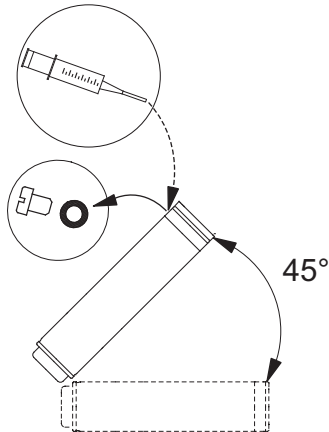

Рис. 6 Положение электродвигателя при заполнении – MS 6000
- В случае если электродвигатель поставляется со склада, необходимо проверить уровень жидкости электродвигателя перед его монтажом на насосной части. См. рис. 6.
- При проведении сервисных работ уровень необходимо проверять. См. рис. 6.
1. Расположите погружной электродвигатель, как показано на рис. 6. Заливочное отверстие должно быть в верхней точке двигателя.
3. С помощью специального шприца заливаете в электродвигатель жидкость, пока она не начнёт вытекать через заливочное отверстие. См. рис. 6.